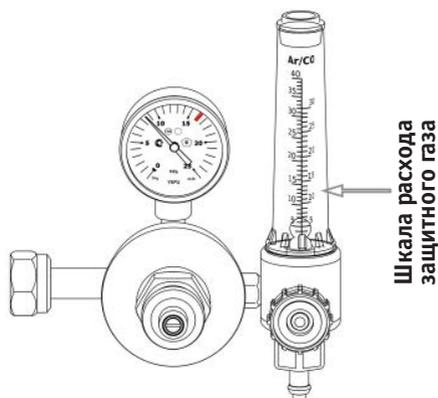

Рис. 8.0.5. Расход защитного газа.
5. С помощью регулятора (см. рис. 8.0.5) установите необходимый расход защитного газа (от 4 до 25 л/мин в зависимости от выполняемых задач (см. табл. 9.15.2, 9.15.3).